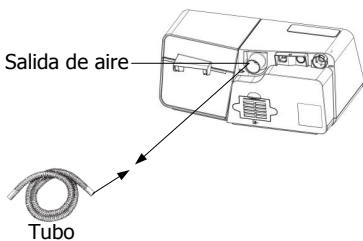

Fig. 11-7
(1) Conectar un extremo del tubo a la salida de aire del dispositivo, como se muestra en la Fig. 11-7.